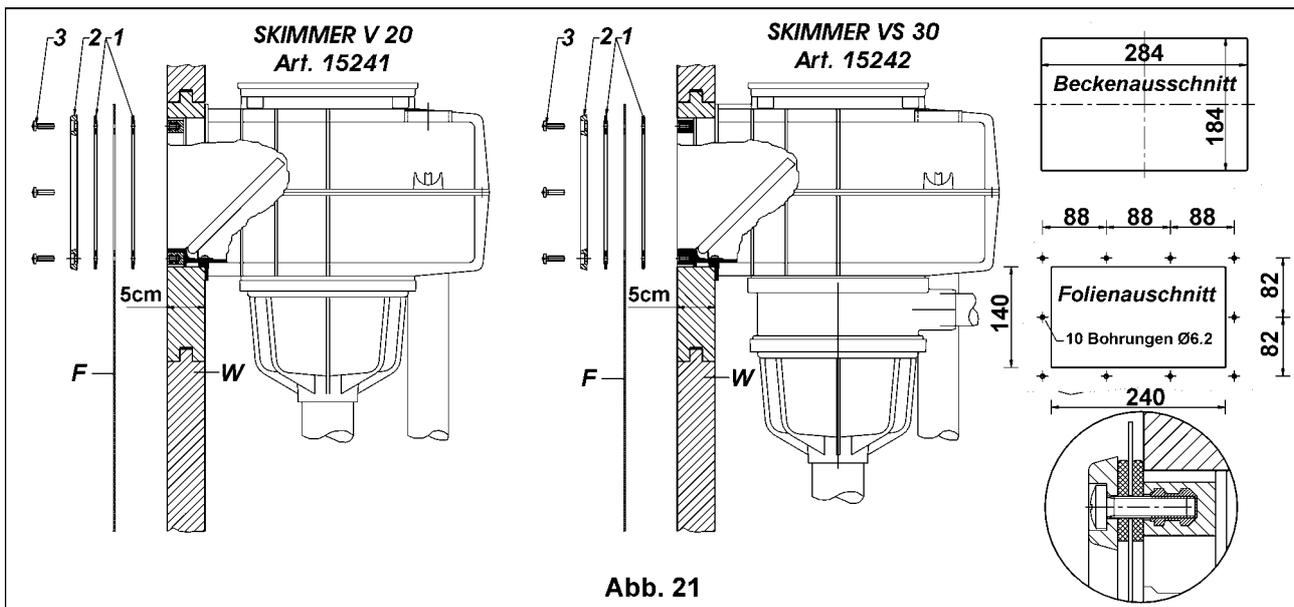

Abb. 21
3.6 Einbau der Skimmer V 20 und VS 30 in Holzbecken mit Folienauskleidung (Abb. 21)